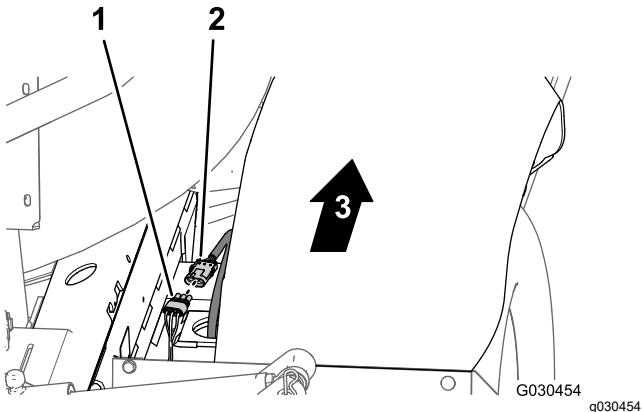

Рисунок 22
- В задней части машины (между правой трубой рамы и правым крылом) отсоедините 3-штыревой разъем жгута проводов датчика скорости на правом тяговом гидромоторе от 3-гнездового разъема главного заднего жгута проводов (Рисунок 22).